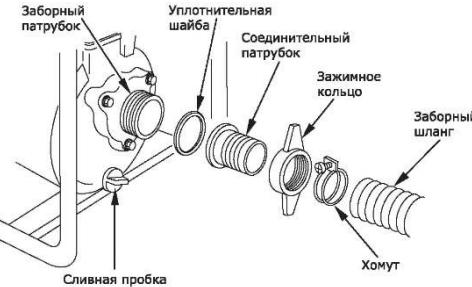

Рис. 4
**4.** Закрепите шланги хомутами (Рис. 4).